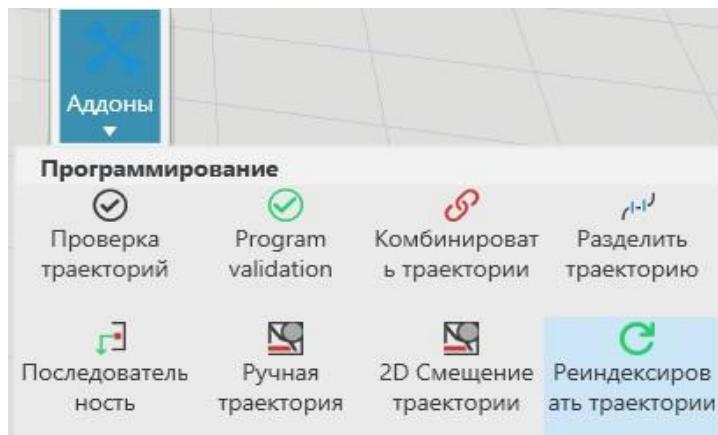

Рисунок 96.1 – Реиндексировать траектории 1
- **Реиндексировать траектории:** Переименовывает пути, поиски так, чтобы нумерация/индексация шла последовательно по мере выполнения программы (рис.96.1 и 96.2).